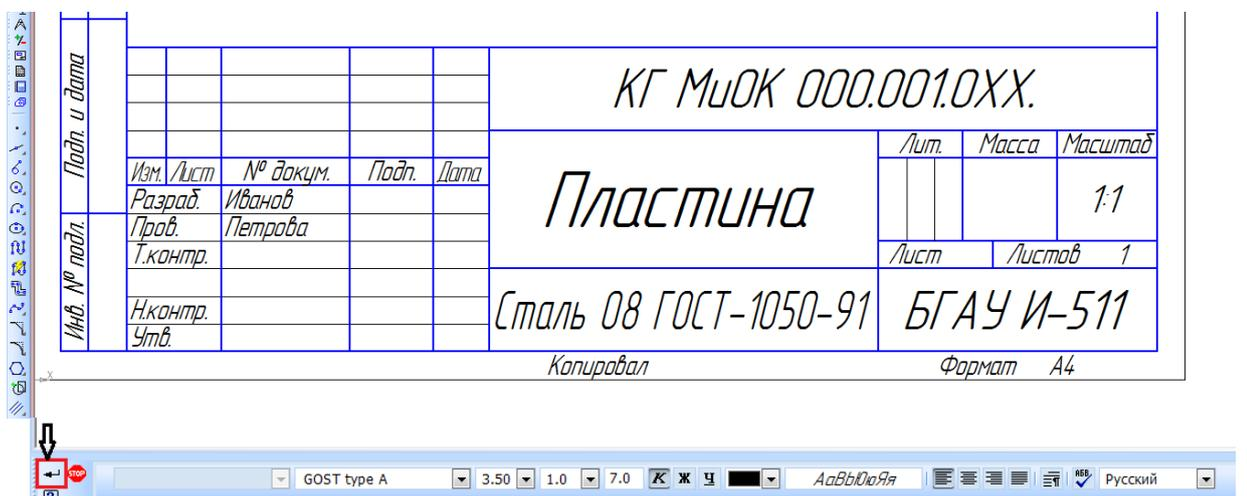

Рисунок 23.
18. Заполните основную надпись (рисунок 23).